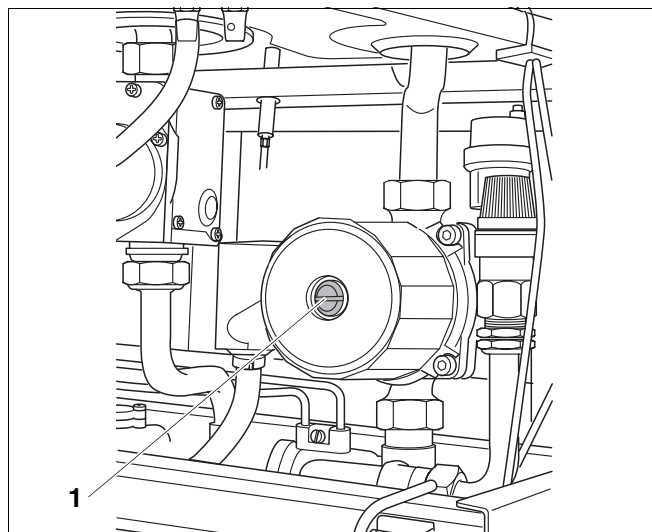

Fig. 18 Verificarea pompei de recirculare
- Se deșurubează șurubul de închidere (Fig. 18, Poz. 1) de la pompa de recirculare.